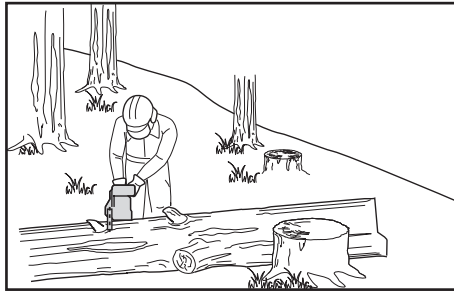

Fig. 33
- Al seccionar en una pendiente, colóquese siempre en lado ascendente del tronco (Fig. 33). Al cortar, para mantener un control completo, libere la presión de corte cerca del final del corte sin relajar el agarre de las empuñaduras del producto. No deje que la cadena entre en contacto con el suelo. Tras finalizar el corte, espere a que la cadena se detenga antes de mover el producto. Pare siempre el motor antes de pasar de un árbol a otro.